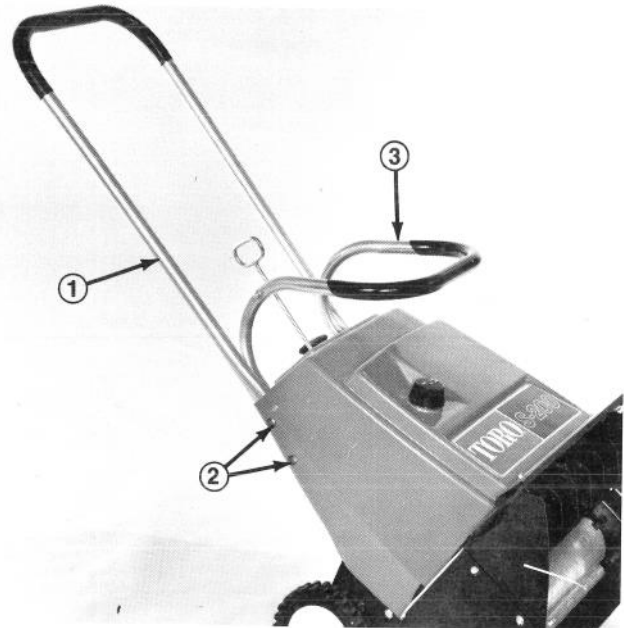

Abb. 3
2. Das Griffoberteil zwischen Griffunterteil und Verkleidung einführen (Abb. 3) und die Bohrungen in Verkleidung, Griffoberteil und Griffunterteil zur Deckung bringen (Abb. 3).